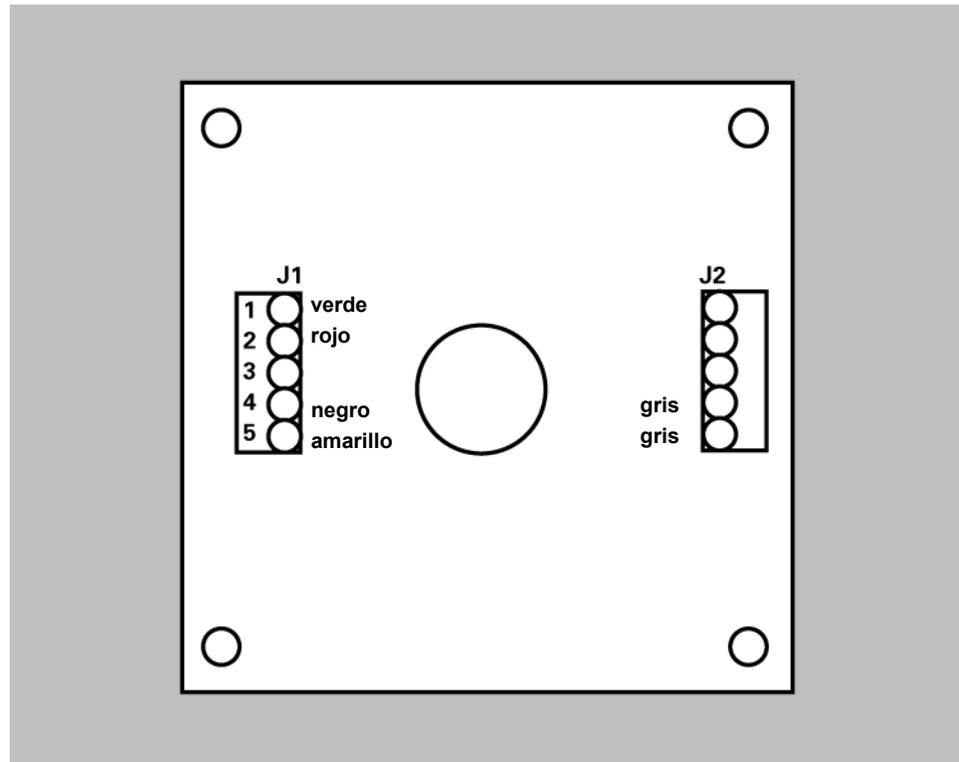

Figura 43
3. Conectar los conductores en el otro extremo del cable al bloque de terminales J1 de la PCB en el gabinete del interruptor como se muestra en la *Figura 43*.
10. Conectar los conductores al bloque de terminales J1 de la PCB en el gabinete del interruptor #2 como se muestra en la *Figura 43* (igual que la configuración simple).